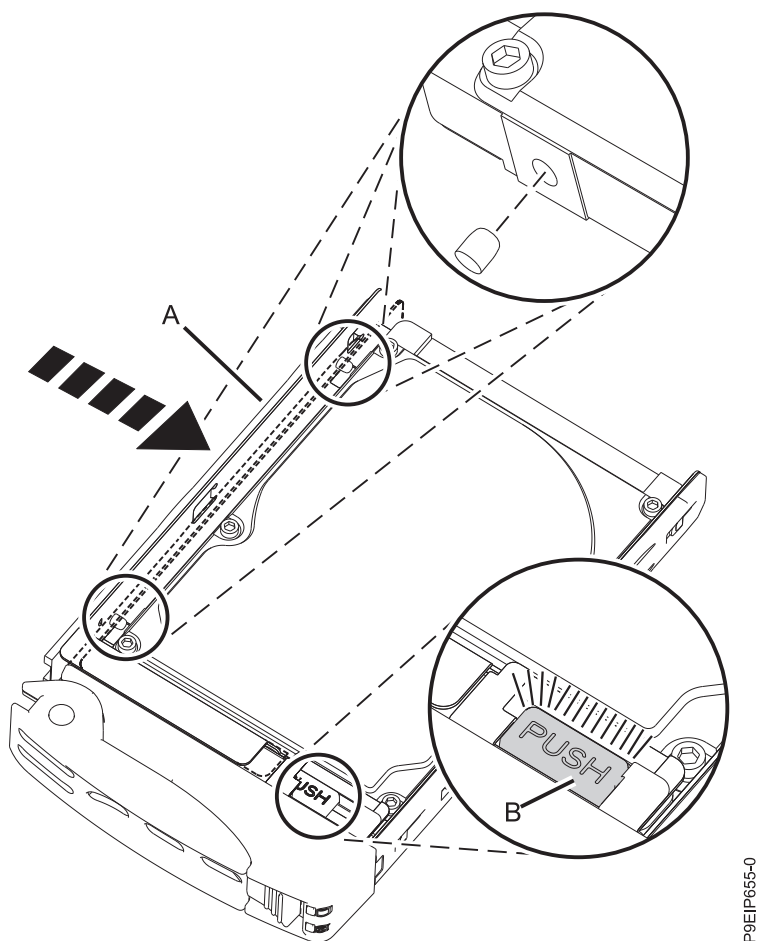

Figura 18. Fechando a bandeja de unidade traseira
5. Ao verificar os pinos de alinhamento, pressione as laterais **(A)** da bandeja juntas até o botão **(B)** se encaixar no lugar, conforme mostrado na Figura 18 na página 19.